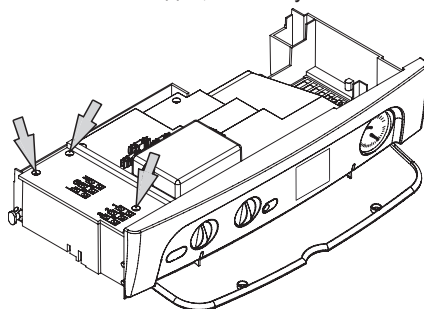

Рисунок 5.19
- Открутите винты и снимите крышку клеммной колодки, см. Рисунок 5.19.